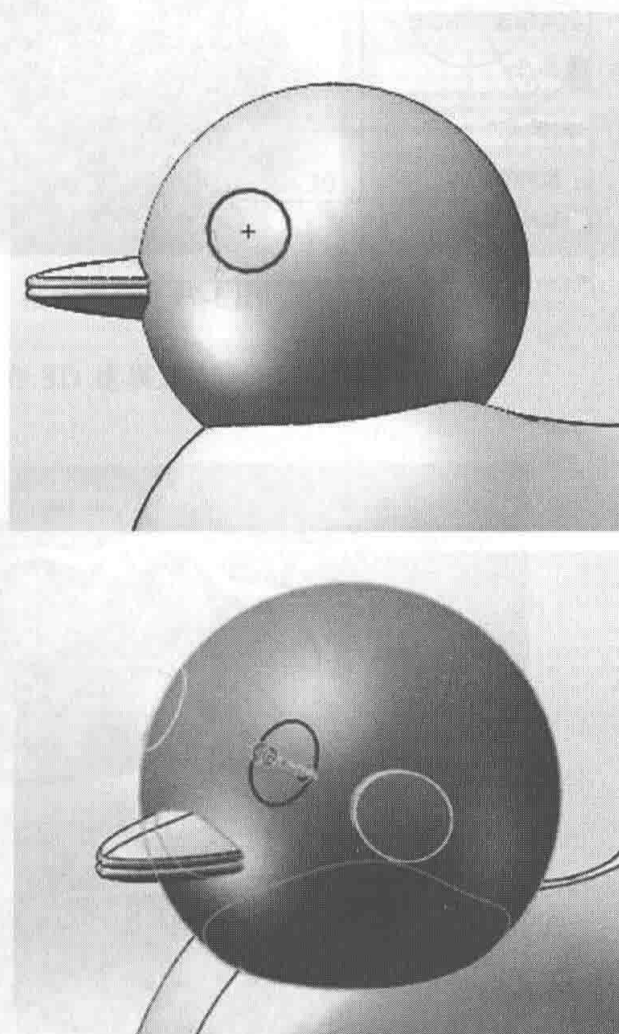

图 3-78 小黄鸭眼睛
- (16) 选择前视基准面，绘制形成眼睛的草图 11，选择“特征→拉伸凸台”命令，拉伸草图，方向 1 选择“到离指定面指定的距离”，选择小黄鸭的头作为面，距离设置为 1.5mm，勾上“反向等距”的复选框。方向 2 与方向 1 相同操作，见如图 3-78 所示。